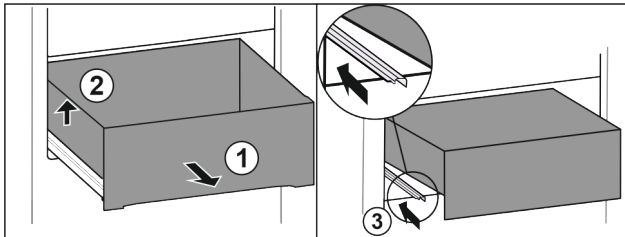

Fig. 68
- ▶ Extraiga el cajón hasta el tope. Fig. 68 (1)
- ▶ Levante el cajón por la izquierda. Fig. 68 (2)
- ▶ Retraiga la guía izquierda. Fig. 68 (3)